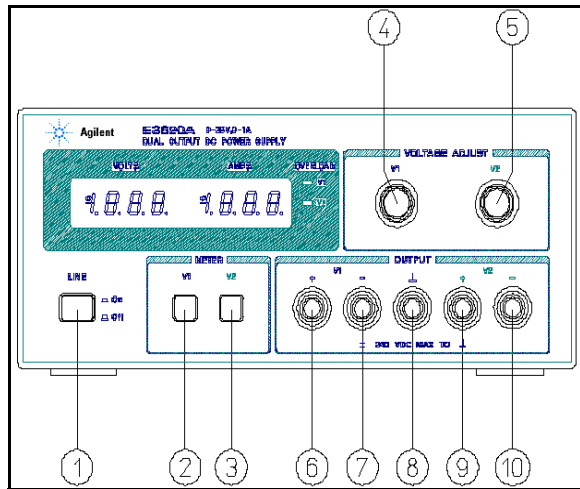

图 2 前面板控制器和指示灯
将 **LINE**（线路）按钮开关按下（①，图 2），将电源置为 **ON**（开启）；释放按钮（弹出位置），将电源置为 **OFF**（关闭）。
下面的步骤说明了图 2 中所示的 **E3620A** 型前面板控制器的使用，并大致检查电源是否正常工作。在收到仪器并将其连接到任一负载设备之前，执行此检验步骤或 **Service Information** 一节提供的更具体的性能测试。如果遇到任何困难，请执行 **Service Information** 一节开始处介绍的更具体的性能测试。